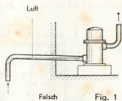

Fig. 1
5. Die Saugleitung muß zur Pumpe hin steigen, sodas Luft nach oben steigen kann. Siehe Fig. 1—3.